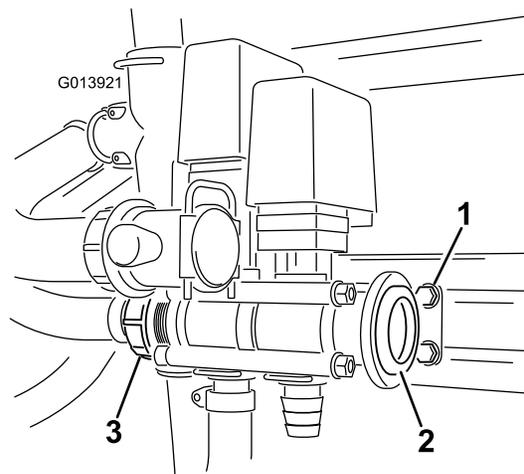

Figure 7
16. Serrez peu à peu tous les boulons en procédant en croix pour que les joints toriques soient bien en place et pour éviter les fuites. Vérifiez que le support peut être ajusté quand les vannes sont correctement adaptées (Figure 7). Le couple de serrage maximal est 271-339 N-cm.
19. Insérez le joint dans l'adaptateur et placez le collier de serrage à vis sans fin non serré sur le corps de l'adaptateur (Figure 7).